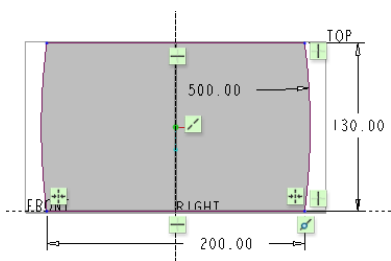

图 7-146 绘制拉伸剖面
- 5 绘制图 7-146 所示的拉伸剖面，单击“确定”按钮 。